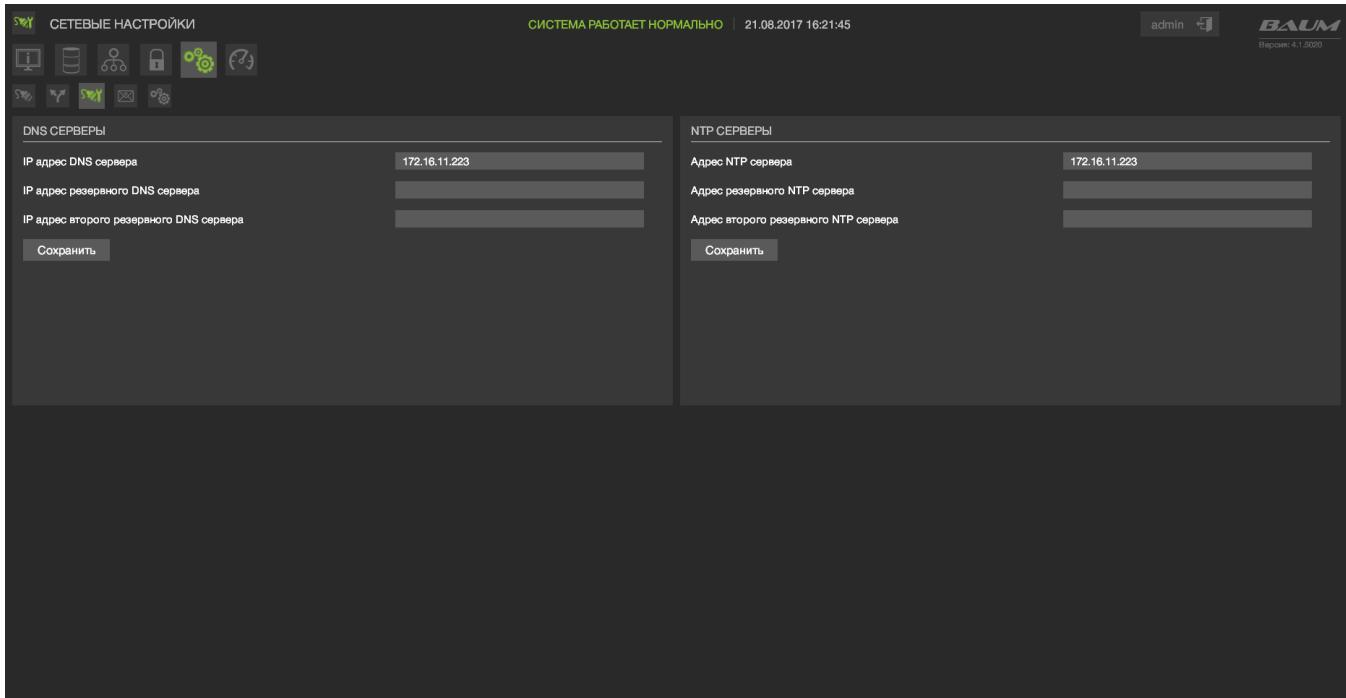

Рисунок 26 – Настройки DNS и NTP серверов
- 1) Перейти на вкладку «Настройки» → «Сетевые настройки» (см. Рисунок 26).